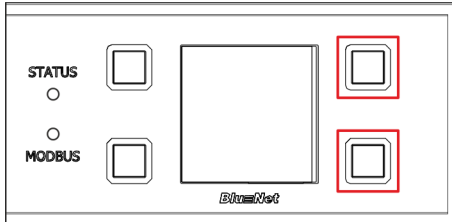

Abb. 81: Display mit Bedientasten
1. Die zwei Tasten rechts neben dem Display drücken und gedrückt halten (Abb. 81/rote Markierung).
4. Die zwei Tasten neben dem Display loslassen (Abb. 81/rote Markierung).